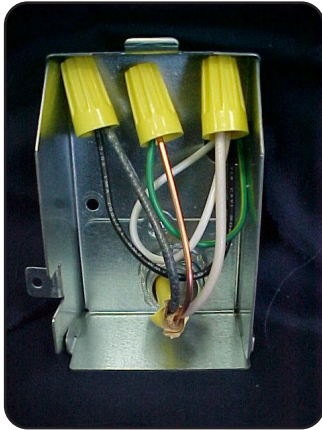

Figure 31
- 6 Insérer les fils dans la boîte de jonction, **figure 31**. S'assurer que les écrous ne sont pas lâches.